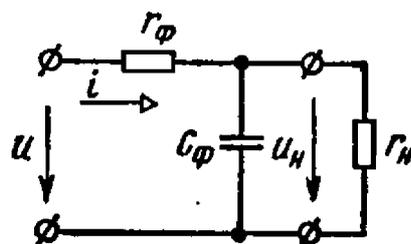

Рис. 8.13
8.13. Для уменьшения пульсаций напряжения на резисторе r_n , подключенном к однополупериодному выпрямителю, применен Г-образный сглаживающий rC -фильтр, схема которого изображена на рис. 8.13.
где $z_{(1)}$ — входное сопротивление цепи рис. 8.13 по первой гармонике; $z_{p(1)}$ — сопротивление разветвления по первой гармонике.